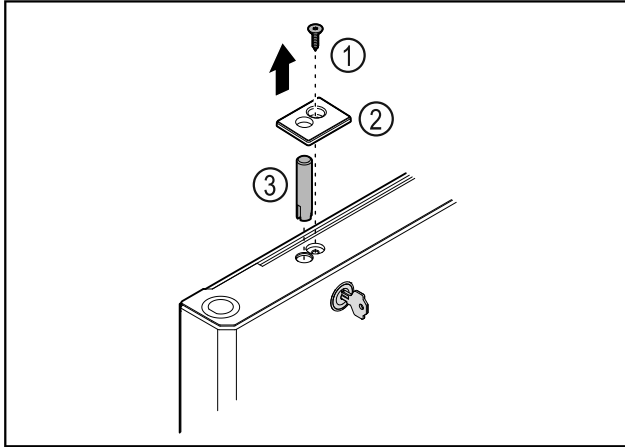

Fig. 37
- ▶ Išsukite varžtą Fig. 37 (1).
- ▶ Atfiksukite dengiamąją plokštelę Fig. 37 (2) mažu atsuktuvu ir nuimkite.
- ▶ Ištraukite užrakto kaištį Fig. 37 (3).